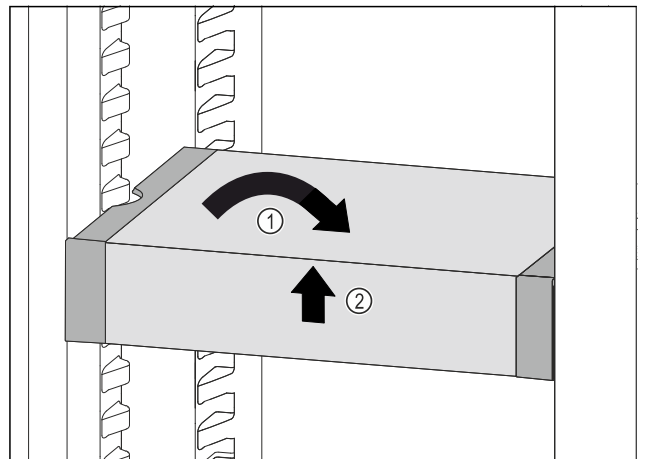

Fig. 100
- Remettre le VarioSafe droit. Fig. 100 (1)
- Soulever la partie avant du VarioSafe. Fig. 100 (2)